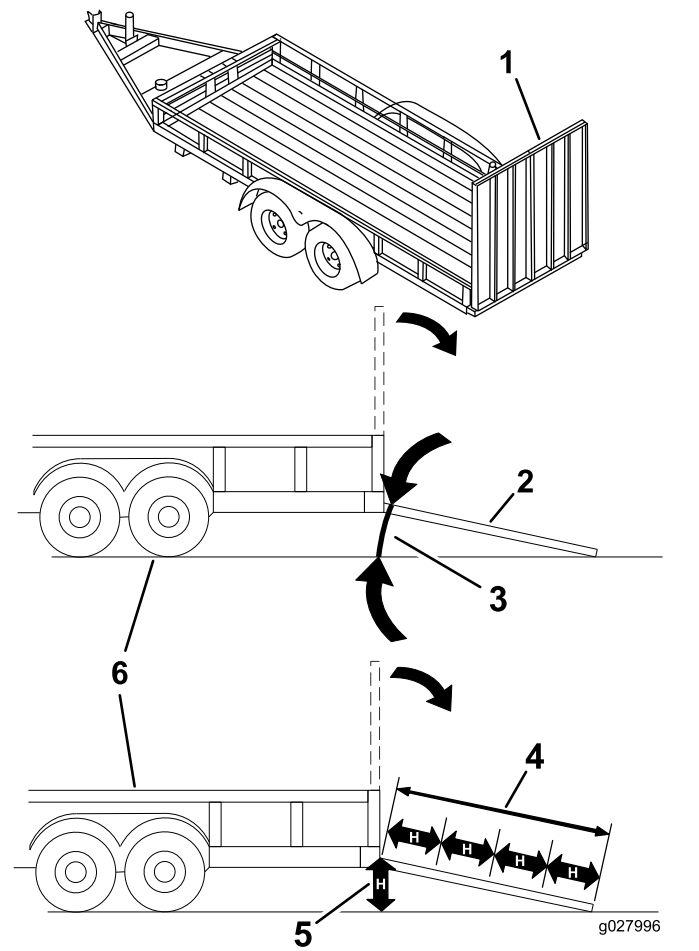

Figura 38
El cargar la máquina en un remolque o un camión aumenta la posibilidad de un vuelco y podría causar lesiones graves o la muerte (Figura 38).
3. Baje la rampa, asegurándose de que el ángulo entre la rampa y el suelo no supera los 15 grados (Figura 38).
1. Baje la rampa, asegurándose de que el ángulo entre la rampa y el suelo no supera los 15 grados (Figura 38).